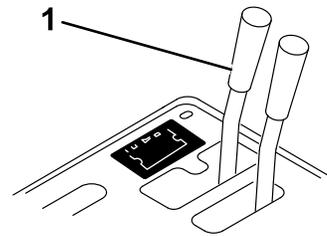

図 15
- シリアル番号が 239999999 以前のワークマンリモート油圧ハンドル 図 15 をフロート位置にする。